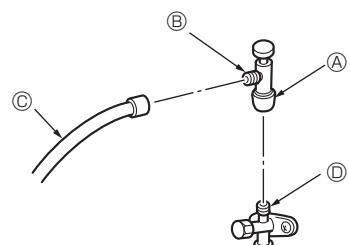

**Fig. 4-7**
(2) Côté gaz de la vanne d'arrêt (Fig. 4-7)